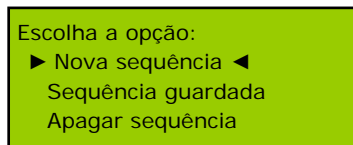

Figura 5.
- “*Nova sequência*” permite criar e armazenar uma nova sequência de rotações. Para seleccioná-la, coloque os cursores junto a esta opção como se mostra na Figura 5 e prima [ENTER].